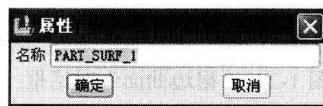

图 1-21 “属性”对话框
- (1) 在右侧工具栏中单击“分型面”图标 ，弹出“分型面”菜单。
- (2) 选择工具栏中的“属性”按钮，在图 1-21 所示的“属性”对话框输入分型面的名称，单击“确定”按钮。